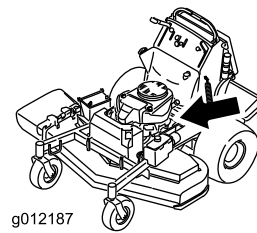

Figure 48
3. Remplacez le filtre à huile moteur (Figure 48).